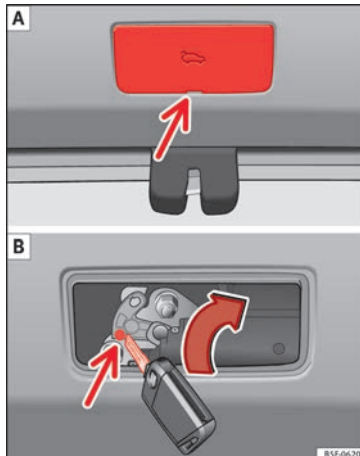

Bild 7 Bagageutrymme: Åtkomst till manuell öppning.
- Ta bort skyddet genom att sätta in en skruvmejsel i spåret » **bild 7 A**.
- Stoppa in nyckeln i öppningen och vrid den i pilens riktning tills låset » **bild 7 B** har frigjorts.